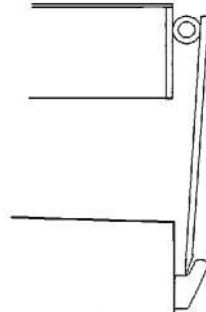

Figura 25
5. Una vez que el labio esté colgando, siga presionando el botón BAJAR hasta que la unidad descienda hasta los retenes de labio, consulte la **Figura 25**.